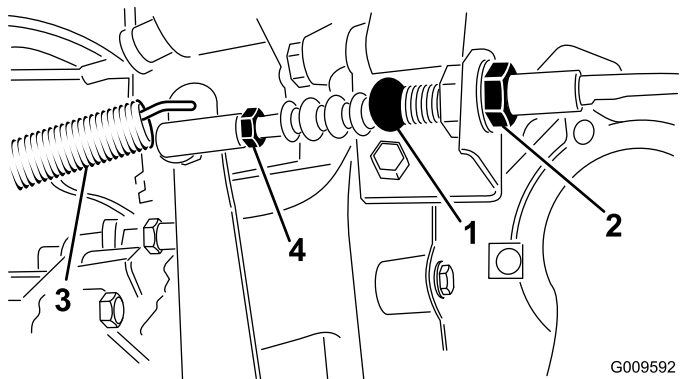

Figure 59
1. Desserrez les écrous de blocage qui fixent le câble d'embrayage au support sur le carter d'embrayage (Figure 59).